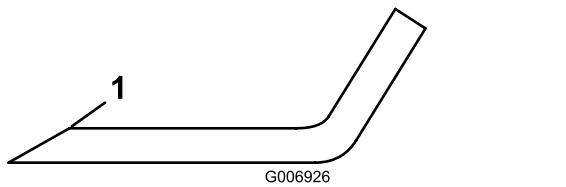

Bild 73
3. Untersuchen Sie die Schnittkanten aller Messer. Schärfen Sie alle stumpfen und ausgekerbten Schnittkanten. Schärfen Sie nur die Oberseite der Schnittkanten und behalten dabei den ursprünglichen Schnittwinkel bei, um die Schärfe des Messers zu gewährleisten (Bild 73). Das Schnittmesser behält seine Auswuchtung bei, wenn von beiden Schnittkanten die gleiche Materialmenge entfernt wird.